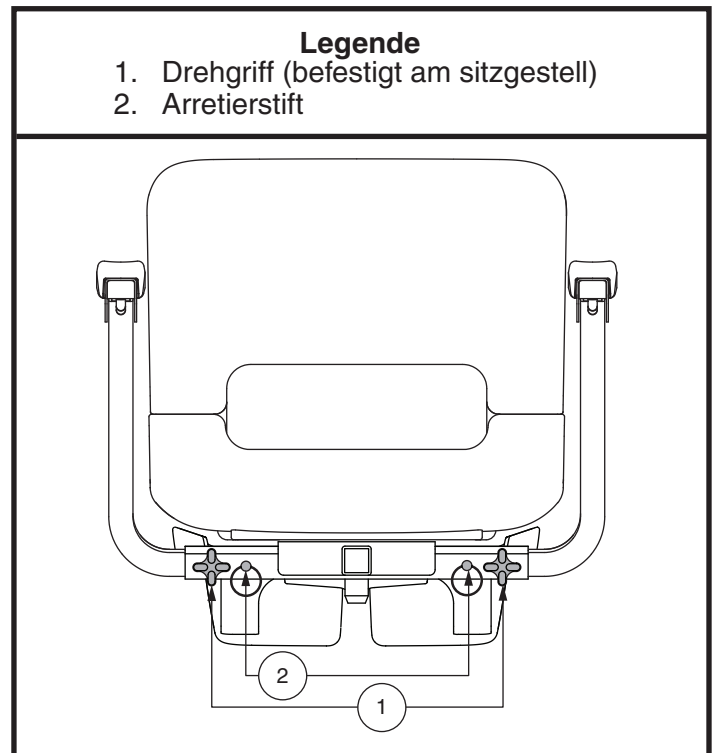

Abb. 9. Einstellung Armlehnenabstand
1. Ergreifen Sie die beiden Armlehnen-drehgriffe an jeder Seite des Armlehnen-trägers. **Siehe Abb. 9.**